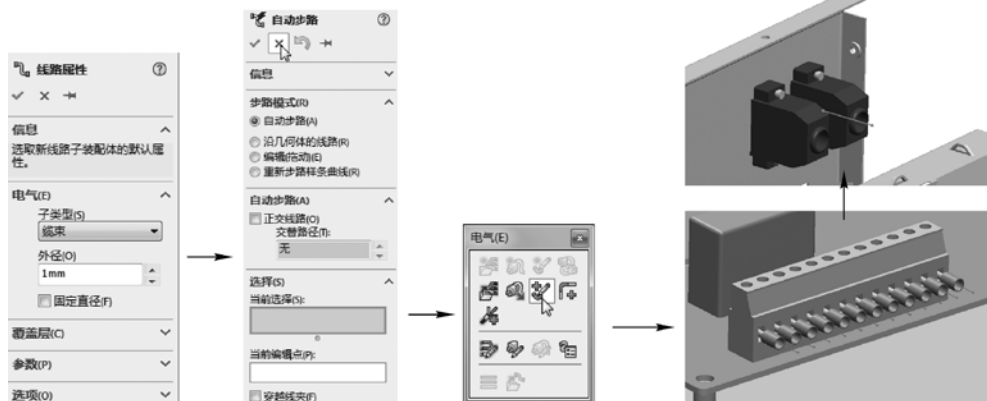

图 3-18 添加多个连接点
STEP 4 系统打开“线路属性”属性管理器，如图 3-18 左图所示。设置线路外径为“1mm”，单击“确定”按钮，打开“自动步路”属性管理器，如图 3-18 中图所示。单击“取消”按钮，进入布线环境的线路编辑状态，然后连续单击“电气”工具栏中的“添加点”按钮，同样通过单击接口处的一个圆边线，创建多个连接点，如图 3-18 右图所示。